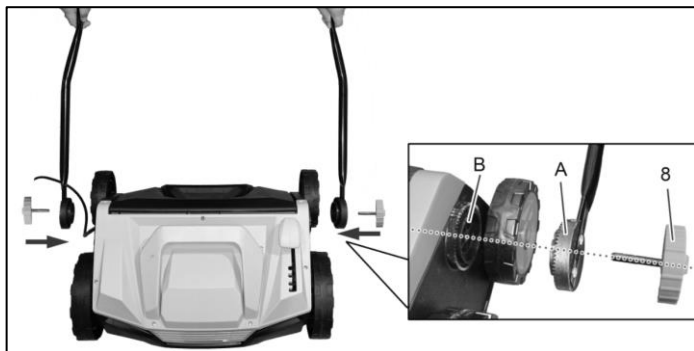

Fig. 1
- Allineare la ruota a cricchetto del tubo inferiore (A) alla ruota a cricchetto sul corpo macchina (B) e fissare il tubo inferiore (13) con la manopola (8). (Fig. 1)